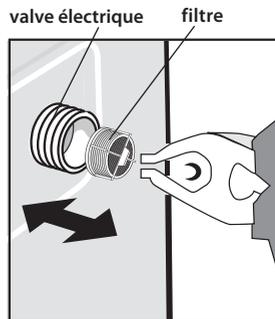

Figure 19
Le filtre au raccord fileté de la valve électrique de la machine (fig. 19) est installé pour éviter la pénétration à la machine avec l'eau des impuretés solides (sable, paille de fer etc.). Il est recommandé de faire le nettoyage du filtre une fois par an, pas rare.
- enlever le filtre à la main du raccord fileté de la valve électrique à l'aide des pinces (fig. 19);